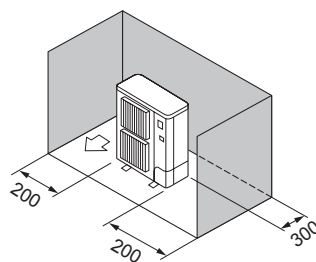

Fig. 2-8
- ③ Miejsce ograniczone tylko z tyłu i po bokach (Fig. 2-8)